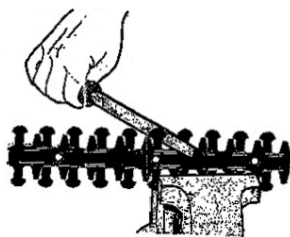

Fig. 10
### Afilarse la cuchilla de las cizallas cortasetos (Fig.10):
- 2) Bloquear la cuchilla en una morsa y limar cada diente de la superficie de corte expuesta, asegurándose de mantener el ángulo original del diente (Fig.10).